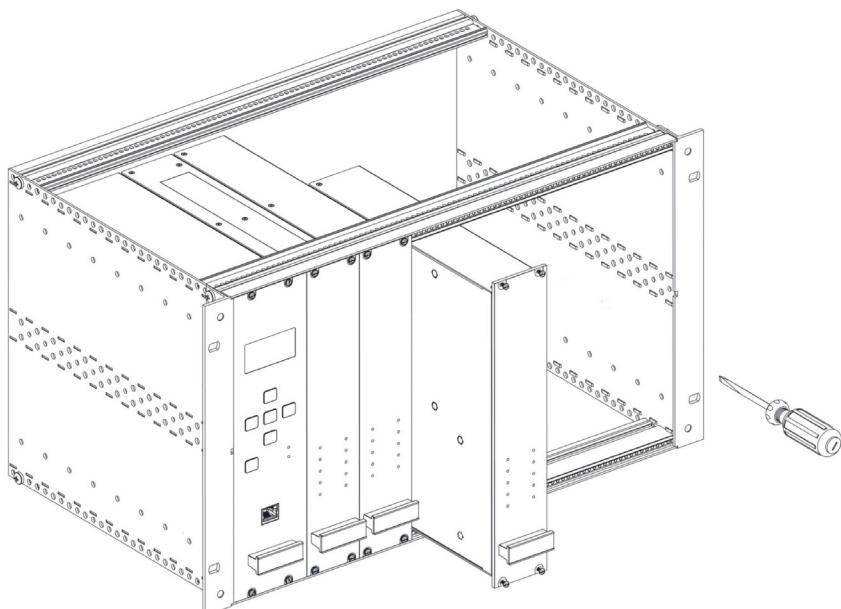

Fig. 2.-
1.- Posicione el módulo DT-311 / 312 junto al último módulo instalado sin dejar ningún espacio entre ellos. (Fig. 2)
4.- Atornille la carátula frontal del módulo a la guía superior e inferior de los perfiles frontales del subrack. (Fig. 2).
1.- Position the DT-311 / 312 module next to the last module installed, leaving no empty space between them. (Fig. 2)
4.- Screw the front panel to the top and bottom of the subrack sections (fig. 2).
1.- Placez le module DT-311 / 312 à coté du dernier module installé sans laisser aucun espace vide entre eux. (Fig. 2).
4.- Visez le panneau à la guide haut et bas laquelle se trouve aux profilés frontaux du subrack (fig. 2).